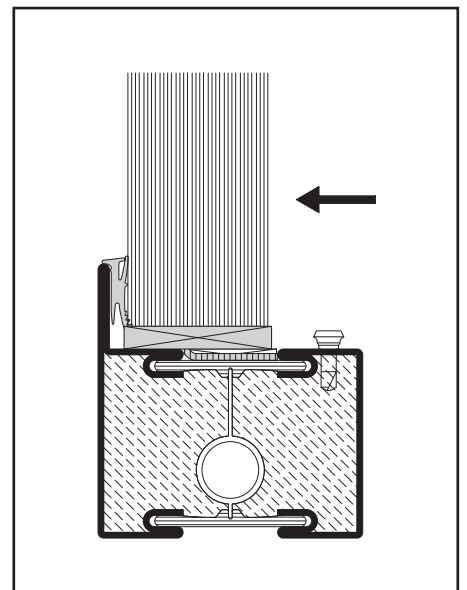

Abb. 15 / Fig. 15 / Fig. 15
- Glaselement einsetzen, in Richtung Anlagedichtung drücken und verklotzen (Abb. 15).
- Poser le vitrage en pressant en direction du joint et le caler (fig. 15)
- Insert the glazing element, press in the direction of the glass contact weatherstrip and insert pads (fig. 15).